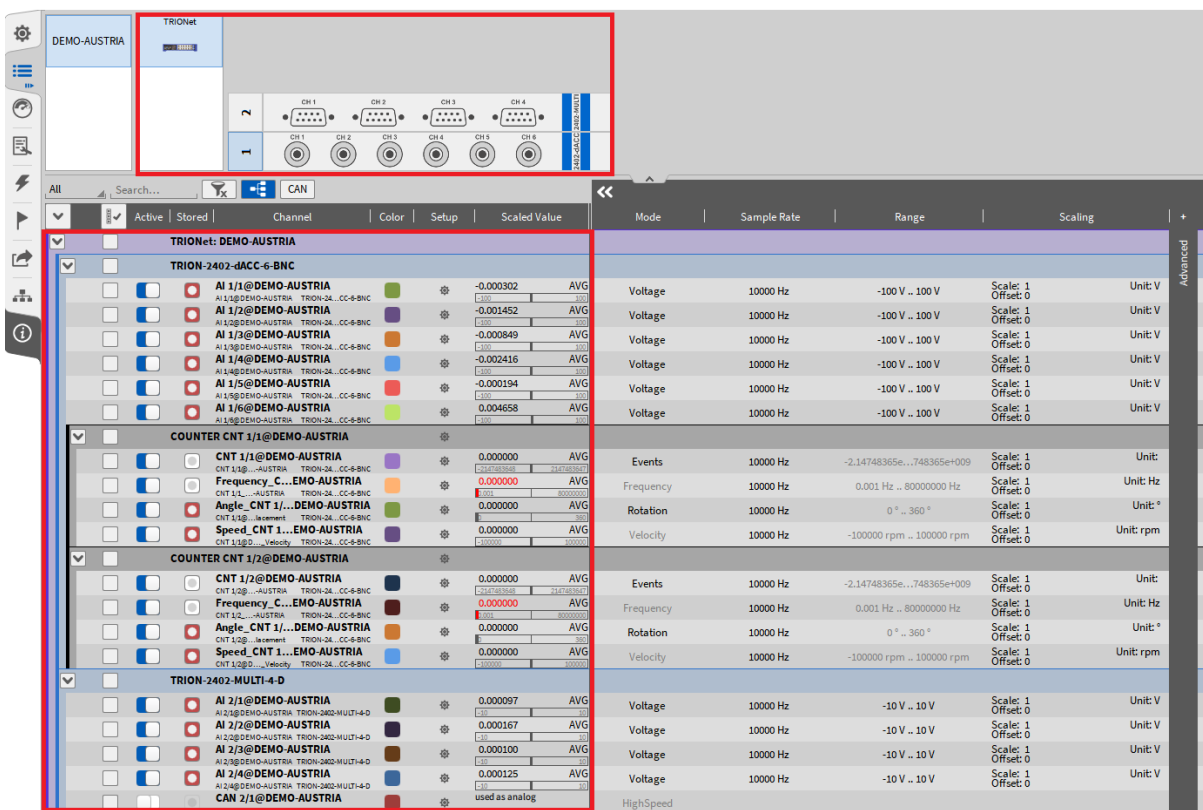

Abb. 4.2: Übersicht der angeschlossenen TRION-Hardware in der Kanalliste
- Die Kanäle der angeschlossenen TRION-Hardware werden nun in der Kanalliste angezeigt (siehe Abb. 4.2):